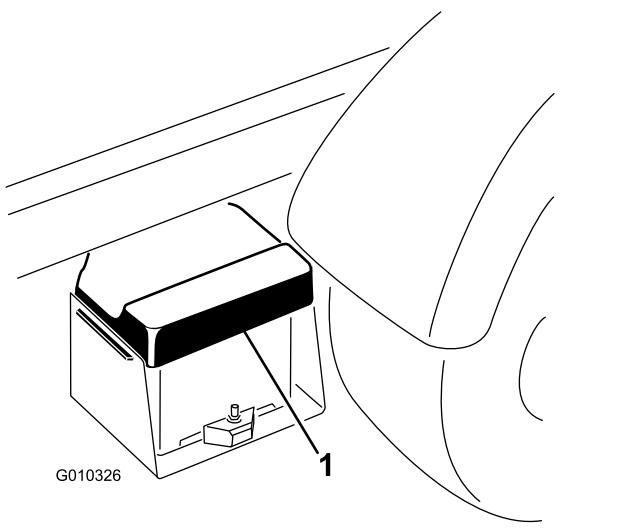

Figure 50
1. Appuyez sur le couvercle de la batterie pour dégager les pattes de la base de la batterie, et déposez le couvercle de la base (Figure 50).